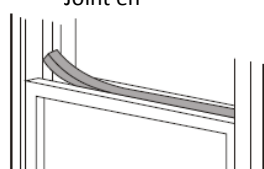

fig. 12
1. Coupez le joint en mousse A (autocollant) en longueur correcte et collez-le sur le châssis de fenêtre selon fig. 12.